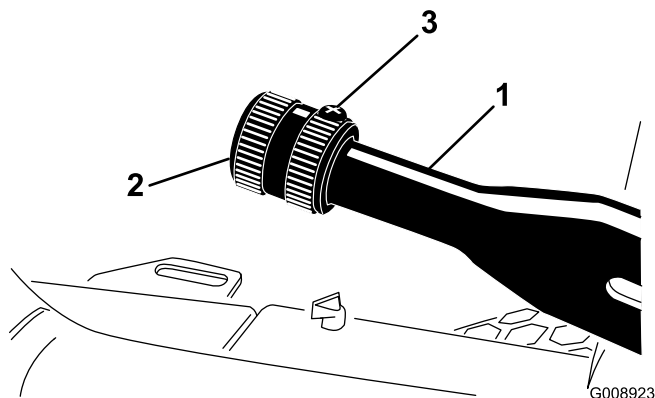

Figura 65
1. Desaperte o parafuso de afinação que fixa o manípulo à alavanca do travão de estacionamento (Figura 65).